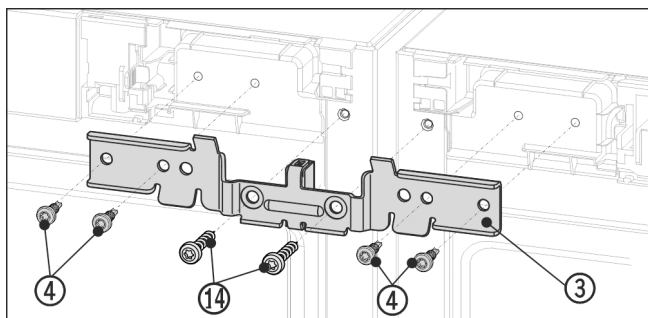

Fig. 12 Примерно изображение
- ▶ Вкарайте ъгъла Fig. 12 (3) с дистанционера между уредите и върху шийките. Завинтете хлабаво ъгъла с четири винта Fig. 12 (4) и предварително развинтените заземителни винтове Fig. 12 (14) последователно отдясно и отляво.